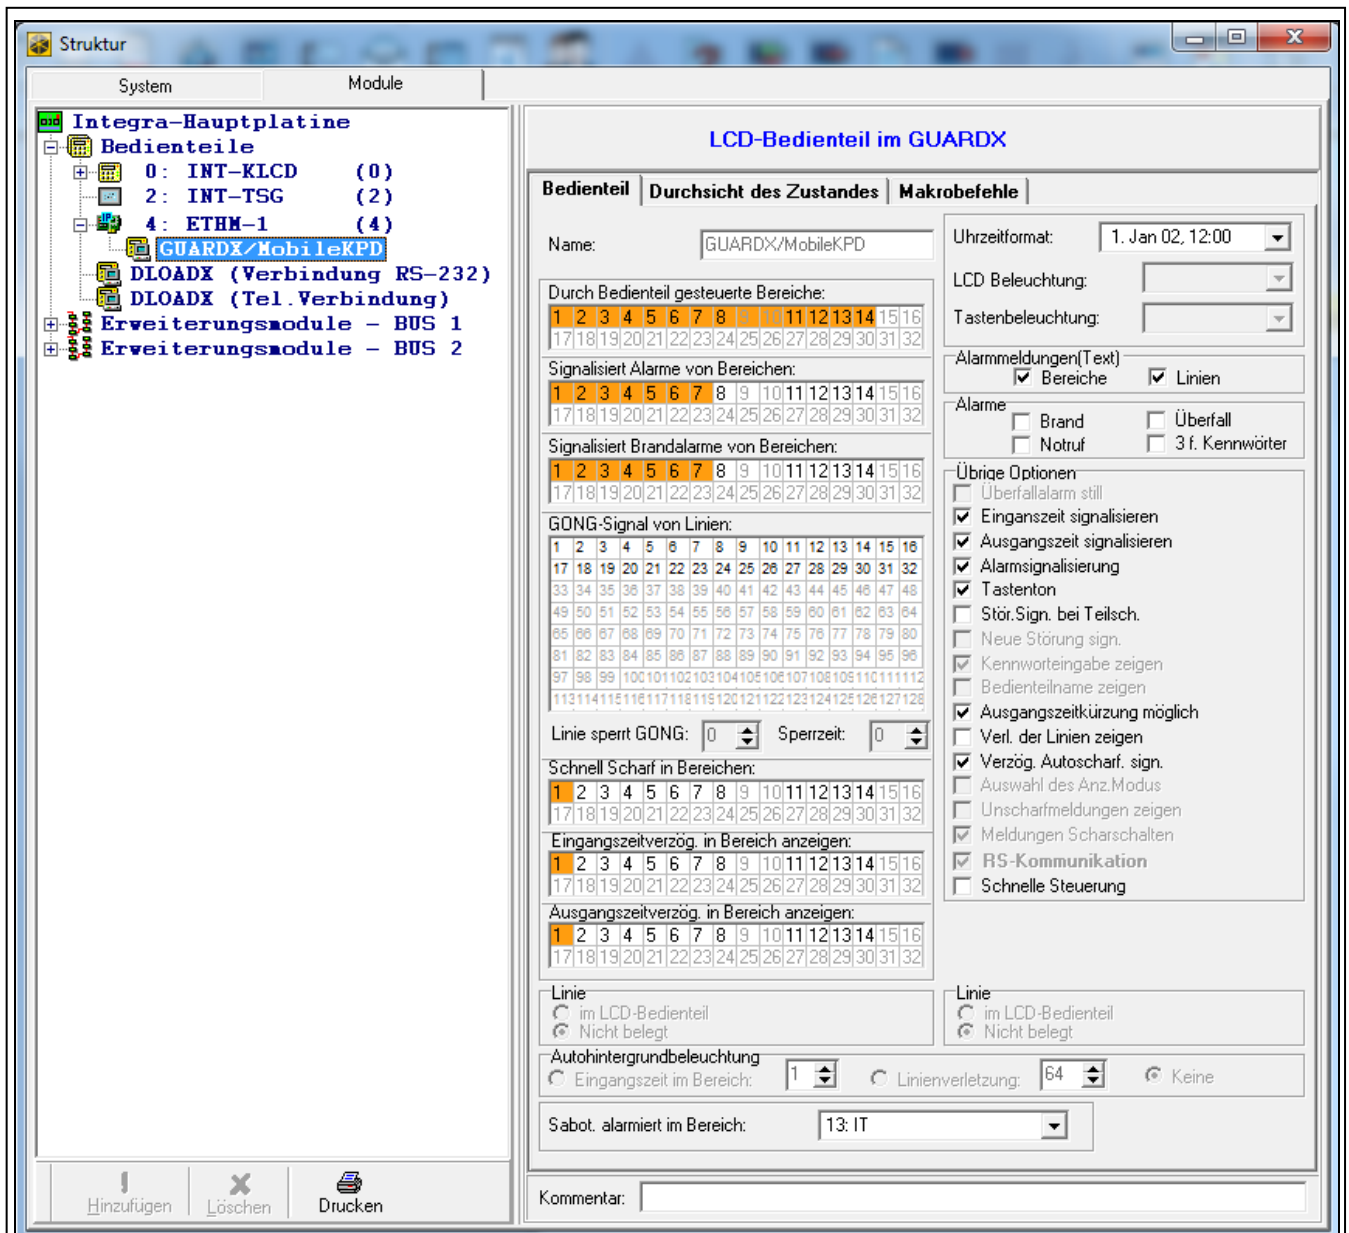

Abb. 9. Programm DLOADX: Parameter und Optionen des virtuellen Bedienteils, das im Programm GUARDX, Webbrowser oder Mobilgerät verfügbar ist.
- Über das Programm DLOADX: →Fenster „Struktur“ →Registerkarte „Module“ →Zweig „Bedienteile“ →Zweig „GUARDX/INTEGRA CONTROL“ (Abb. 9).